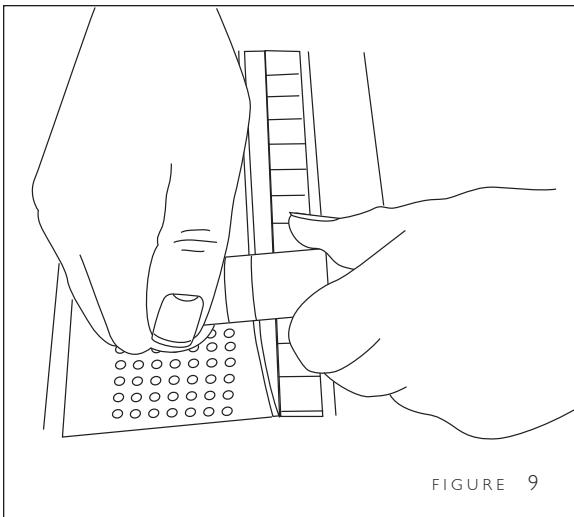

FIGURE 9
1. Desserrer la butée du papier en maintenant sa partie arrière fixe et en tournant la partie avant dans le sens inverse des aiguilles d'une montre (fig. 9).